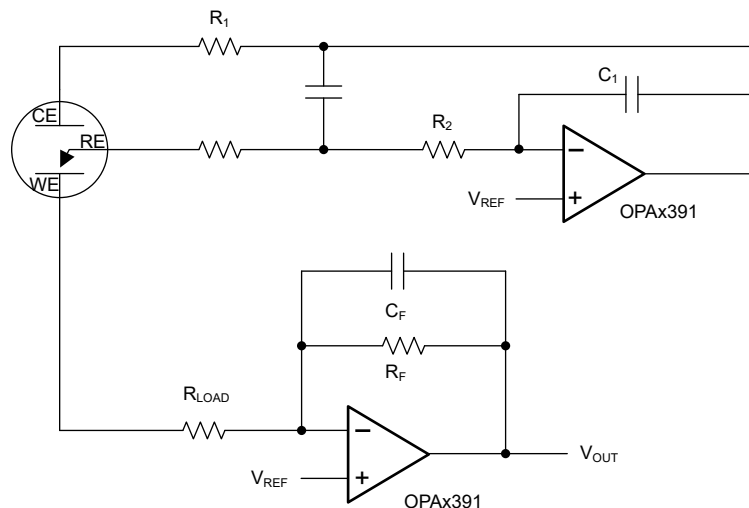

图 8-1. 三端 CO 气体传感器
图 8-1 显示了一个与三端非偏置 CO 传感器配合使用的简单低功耗恒电位仪电路。该设计同样适用于许多其他类型的三端气体传感器或电化学电池。基本传感器具有三个电极：感应或工作电极 (WE)、计数器电极 (CE) 和参考电极 (RE)。电流在 CE 和 WE 之间流动，其大小与检测到的浓度成正比。RE 监测内部参考点的电势。对于非偏置传感器，必须通过调节 CE 上的偏置将 WE 和 RE 保持在相同的电势。通过由 U1 形成的恒电位仪电路，伺服反馈操作会将 RE 引脚保持在由  $V_{REF}$  设置的电势。由于传感器的大电容， $R_1$  可保持稳定。C1 和 R2 形成恒电位仪积分器并设置反馈时间常数。U2 形成跨阻放大器 (TIA)，以将产生的传感器电流转换为与之成正比的电压。